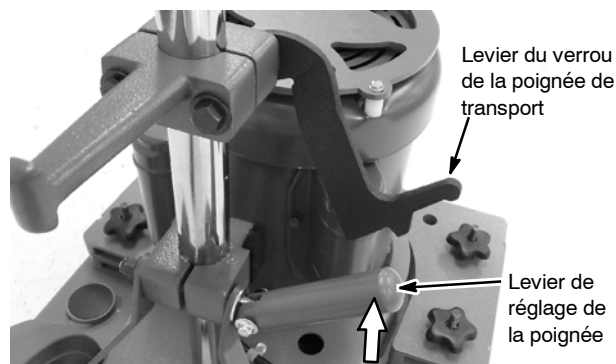

FIG. 4
1. Avec le levier du verrou de la poignée de transport dans la position non verrouillée, desserrez le levier de réglage de la poignée en le relevant vers le haut (Figure 4).